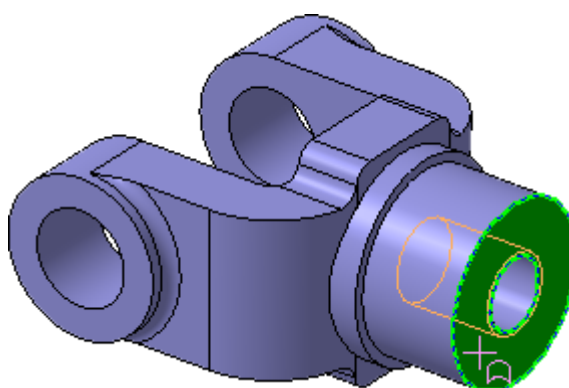

Рисунок 61.
- Укажите грань и нажмите кнопку Эскиз (рис. 61).